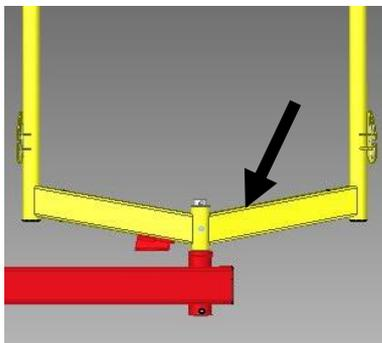

Figure 5
- Monter la fourche du compartiment de herse sur la cadre à bride (Figure 5).